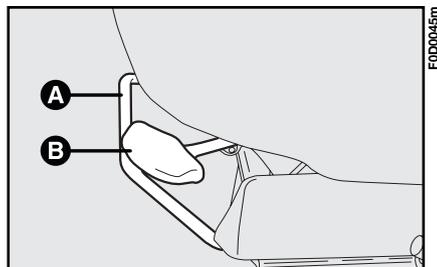
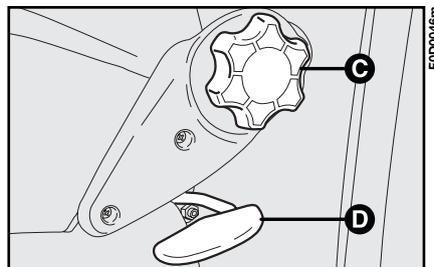

fig. 46
fig. 47
Levante la palanca **A**-fig. 46 y empuje el asiento hacia adelante o hacia atrás.
**Para alzar el asiento:** estando sentado, mueva hacia arriba la palanca **B**-fig. 46 (parte anterior del asiento) o la palanca **D**-fig. 47 (parte posterior del asiento) y descargue el peso del cuerpo en la parte del asiento que debe alzar.
Gire la ruedecilla **C**-fig. 47.